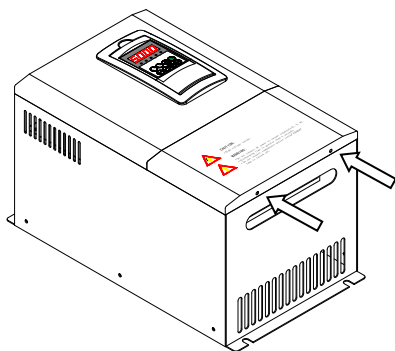
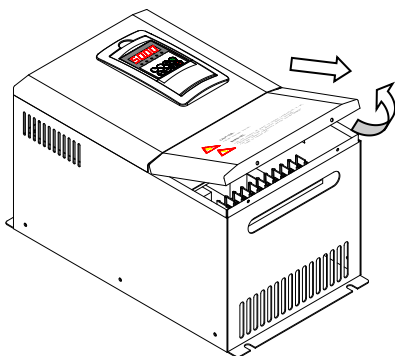

图 3-6 机型 B 上盖的拆卸图
图 3-7 机型 B 上盖的拆卸图
2、机型 B 上盖的拆卸：用螺丝刀将变频器下方两个螺丝（图 3-6 箭头所指）拧下，将下盖往下拉 10~20mm（如图 3-7 所示），再往上提起，即可打开变频器的下盖。